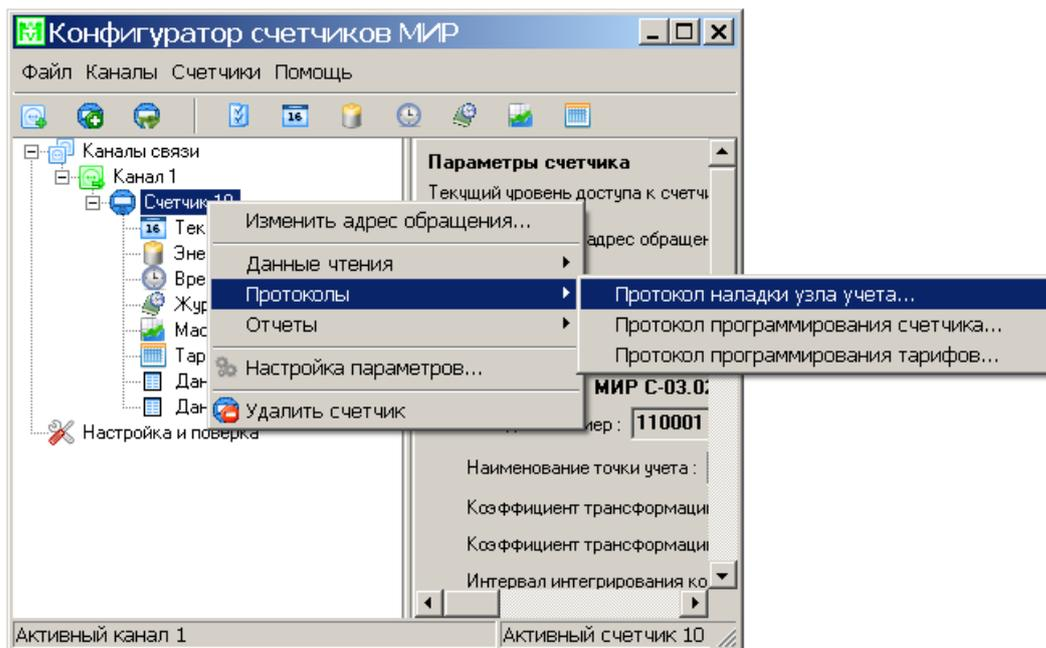
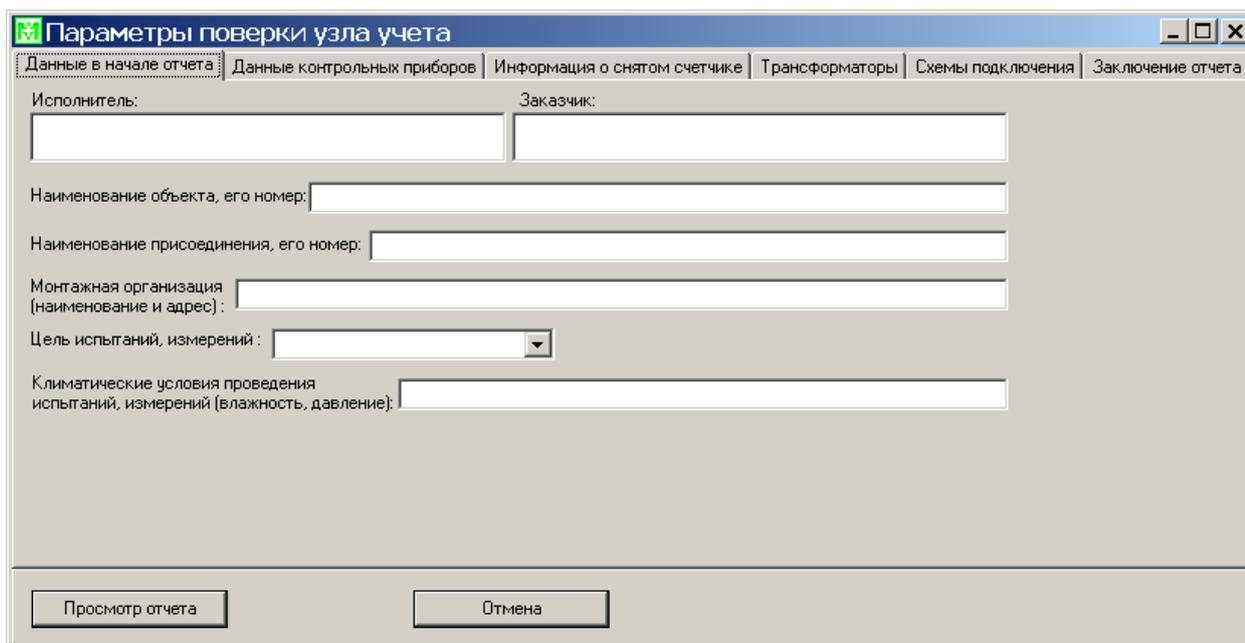
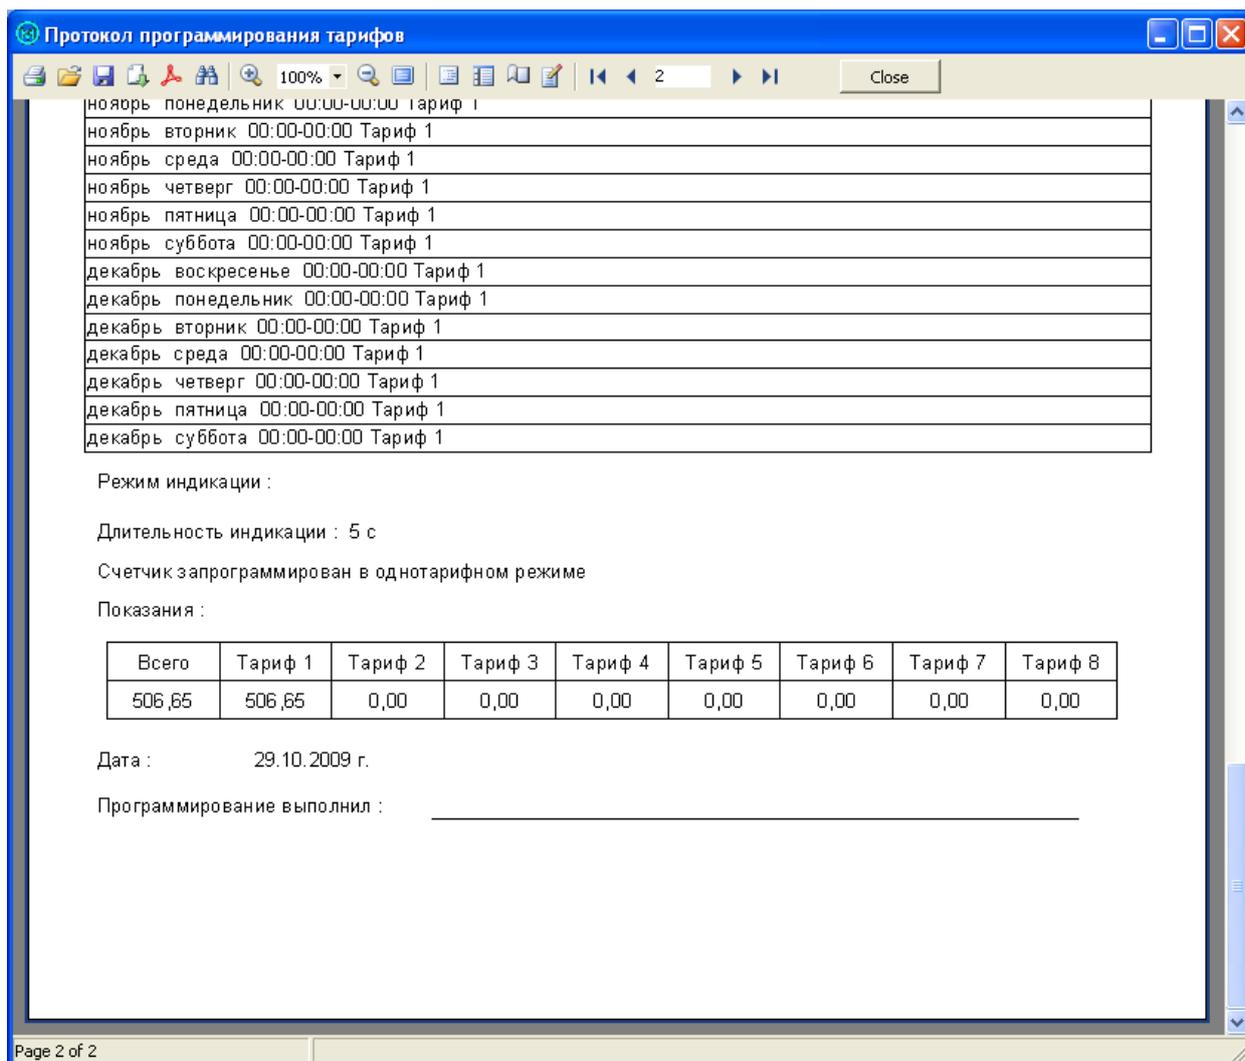

Рисунок 3.43
Рисунок 3.44
Рисунок 3.47
3.3.15.1 Для построения отчета *Протокол наладки узла учета* необходимо выбрать пункт *Протоколы => Протокол наладки узла учета...* контекстного меню объекта *Счетчик* (рисунок 3.43). В окне *Параметры поверки узла учета* (рисунок 3.44) следует указать параметры, необходимые для построения отчета, и нажать кнопку *Просмотр отчета*. Все поля формы отчета заполнять не обязательно, незаполненные поля программа оставит пустыми или заполнит автоматически.
3.3.16.1 Для построения отчета *Протокол программирования счетчика* необходимо выбрать пункт *Протоколы => Протокол программирования счетчика* контекстного меню объекта *Счетчик* (рисунок 3.43), после чего произойдет запуск процедуры запроса данных со счетчика, необходимых для построения отчета. После успешного завершения процедуры опроса счетчика открывается окно *Протокол программирования счетчика* (рисунок 3.46).
3.3.17.1 Для построения отчета *Протокол программирования тарифов* необходимо выбрать пункт *Протоколы => Протокол программирования тарифов* контекстного меню объекта *Счетчик* (рисунок 3.43), после чего произойдет запуск процедуры запроса данных со счетчика, необходимых для построения отчета. После успешного завершения процедуры опроса счетчика открывается окно *Протокол программирования тарифов* (рисунок 3.47).